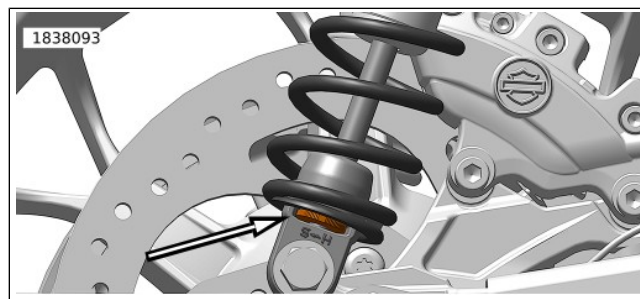

Abbildung 16. Zugstufeneinsteller
3. Siehe Abbildung 16. Einstellung der Zugstufendämpfung.